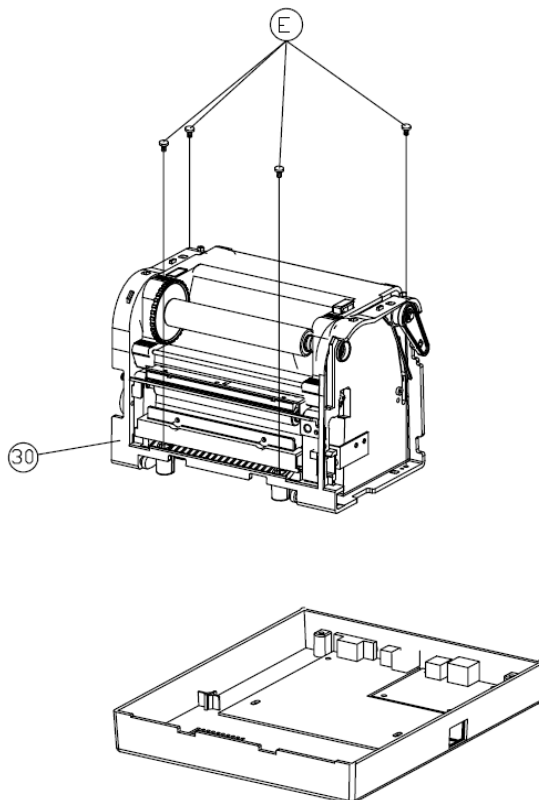

Figura 10.1.2
5. Extraiga los 4 tornillos (E).
6. Desenchufe todos los conectores conectados en la placa principal. A continuación extraiga la "Carcasa de la impresora" (30) como se muestra en la Figura 10.1.2.